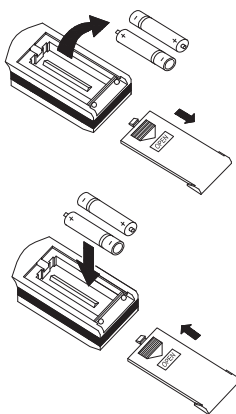

Рис. 5.4.
- Для извлечения батареек, при замене, необходимо сдвинуть крышку пульта управления в направлении стрелки (см. рисунок 5.4) извлечь батарейки и установить новые.